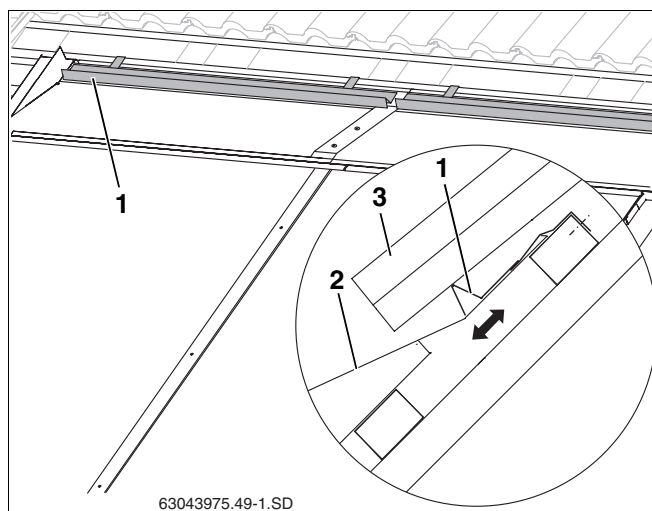

Fig. 60 Colocación y fijación del soporte de las tejas
- cubra el máximo espacio posible sobre la chapa protectora (fig. 60, **pos. 2**), sin tocarla.
- ▶ Coloque el soporte de las tejas (fig. 60, **pos. 1**) conforme a la posición determinada y fíjelo al listón del tejado.
- ▶ Coloque las tejas recortadas (fig. 60, **pos. 3**).